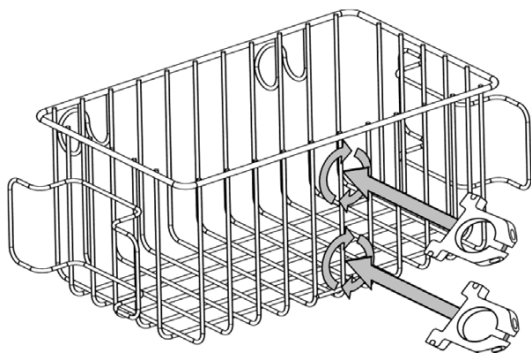

Figure 2 ■ Figure 2 ■ Abbildung 2 ■ Figura 2 ■ Figura 2
1. ナイロンクリップを斜めにして、バスケットの中央部分に取り付けます。2つのクリップが水平になるまで回します（28ページの図2を参照）。
■ Afbeelding 2 ■ Figur 2 ■ Figur 2 ■ Εικόνα 2 ■ Figura 2
■ Obrázek 2 ■ 2 ábra ■ Rysunek 2 ■ Obrázok 2 ■ Figur 2 ■ Kuva 2
■ Рисунок 2 ■ Slika 2 ■ 图 2 ■ 그림 2 ■ 図2